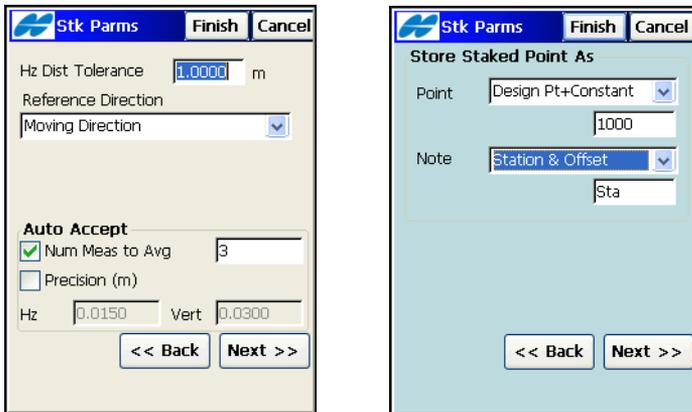

Abbildung 4-65. Absteckparameter
4. Geben Sie im Fenster **Absteckung** die Parameter für die Absteckung ein (Abbildung 4-65) und tippen Sie auf **Weiter**.